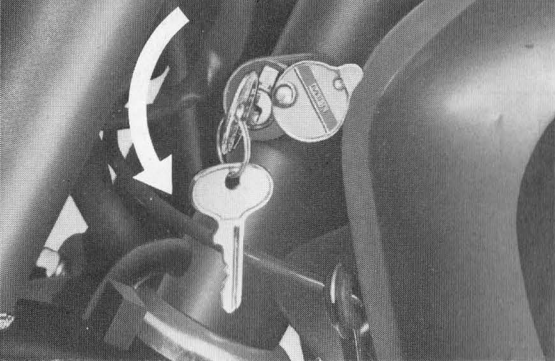

Bild 8
- 15 = Lenkschloß (verdeckt, s. Bild 8)
Lenkschloß (Bild 8)